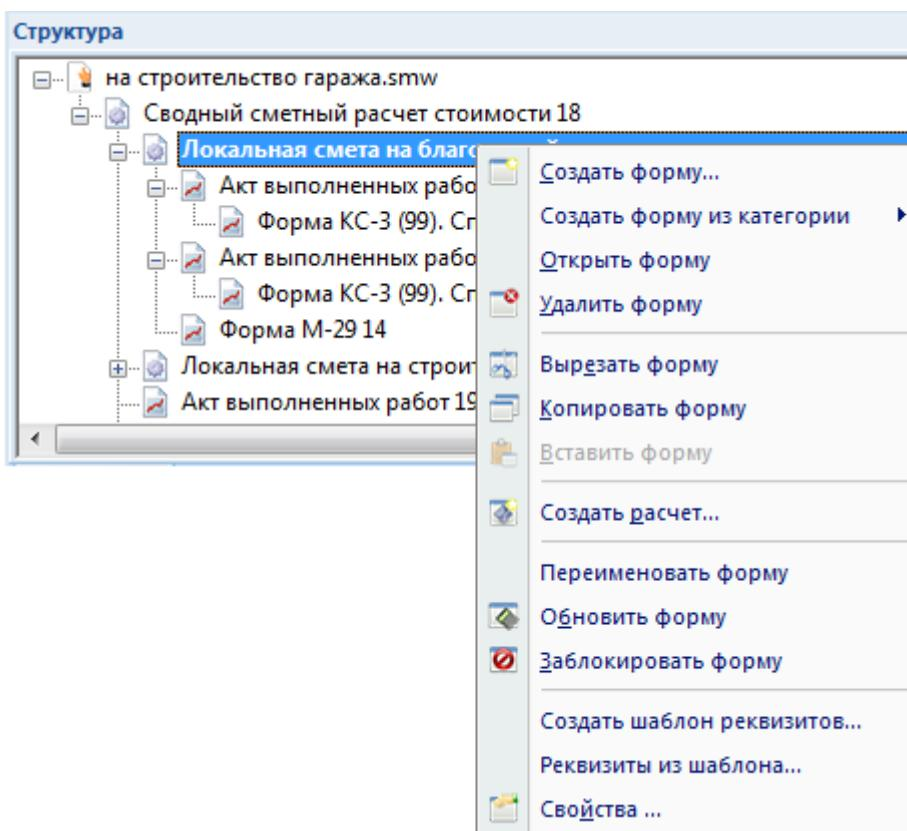

Рис. 1.28 Диалоговое окно Структура
- Выполнить команду **Создать форму** контекстного меню (рис. 1.28);